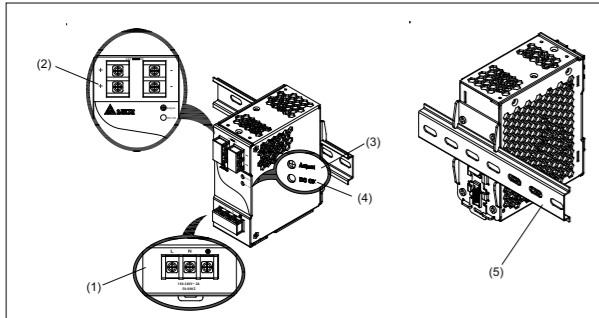
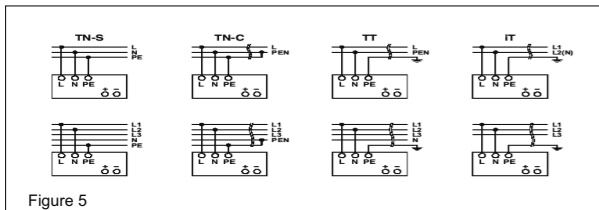

Figure 1
Figure 5
2. Gerätebeschreibung (Abb. 1)
5.1. Anschluss der Eingangsklemmen (Abb. 1, Abb. 5)
5.2. Anschluss der Ausgangsklemmen (Abb. 1 (2))
Verwenden Sie die Schraubklemmen „+“ und „-“, um den 24VDC-Anschluss herzustellen. Am Ausgang stehen 24VDC zur Verfügung. Die Ausgangsspannung kann am Potentiometer zwischen 22 und 28VDC eingestellt werden. Die grüne LED „DC OK“ zeigt die korrekte Funktion des Ausgangs an (Abb. 1 (4)). Das Gerät verfügt über einen Kurzschluss-, Überlast- und Überspannungsschutz, der auf 35VDC begrenzt ist.